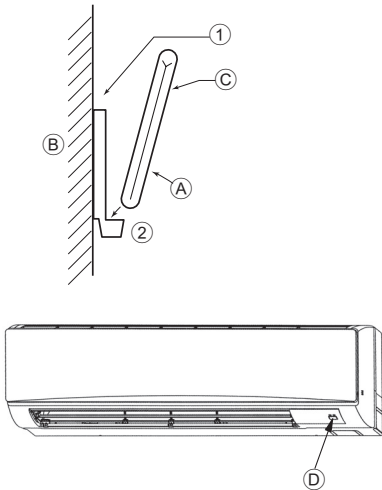

Рис. 6-2
2) Метод установки (Рис. 6-2)
- ① Закрепите держатель пульта дистанционного управления в выбранном Вами месте с помощью двух самонарезающих винтов.
② Вставьте низ пульта в держатель.